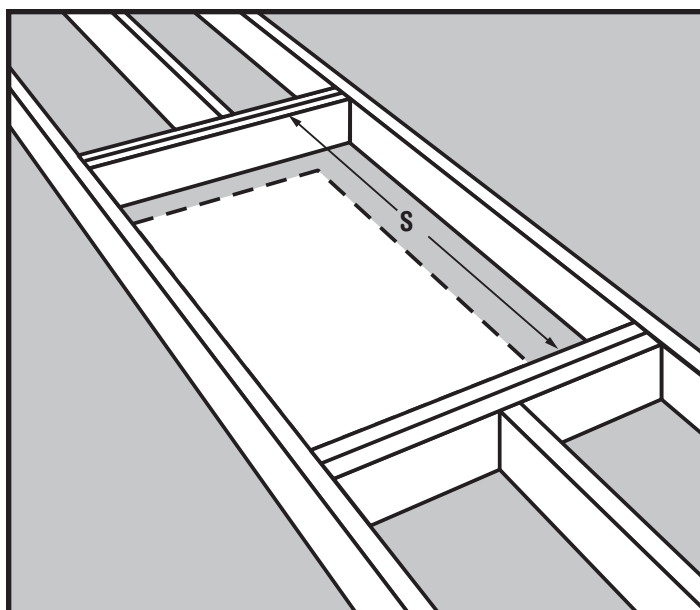

Figure 17
- Étape 1.** Mesurez la longueur des tirants "S" entre les chevêtres (Voir la Figure 17).
- Étape 3.** Si la solive de plafond ne procure pas un côté de l'encadrement, coupez alors un deuxième tirant de même longueur que le premier. Notez qu'un seul tirant est nécessaire en Figure 17 parce que la solive de plafond constitue un côté de l'encadrement.